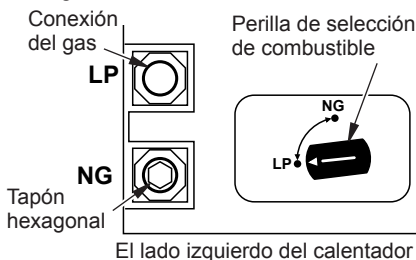

Figura 11 - Ajustes para Gas Propano/LP
1. Retire los 2 tornillos de la placa de la cubierta situados en el lado izquierdo del calentador (consulte la Figura 11).
2. Para GAS PROPANO, presione la perilla con un destornillador plano con hoja de un cuarto de grosor y gire la perilla en dirección contraria a las manecillas del reloj ↺ hasta que la perilla se fije en la posición LP (consulte la Figura 11). El dispositivo de selección de combustible debe estar fijo en la posición LP. No use el calentador con la perilla ubicada entre las dos posiciones.
4. Retire el tapón hexagonal (con la llave provista) de la entrada de gas propano/LP del regulador (consulte la Figura 11). Coloque el tapón hexagonal en la entrada NG del regulador. Instale la tubería de gas en la entrada del regulador de gas LP. Utilice sellador de roscado para evitar fugas.